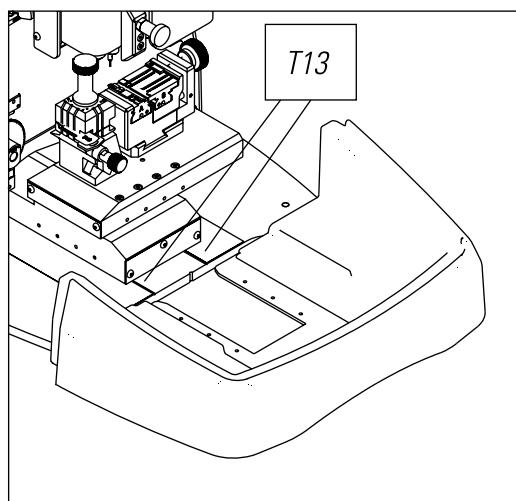

FIG. 30
- 3) Introduire à nouveau le tiroir en le portant jusqu'au fond en suivant les deux traits (T13) marqués en noir sur le bâti (Fig.30).